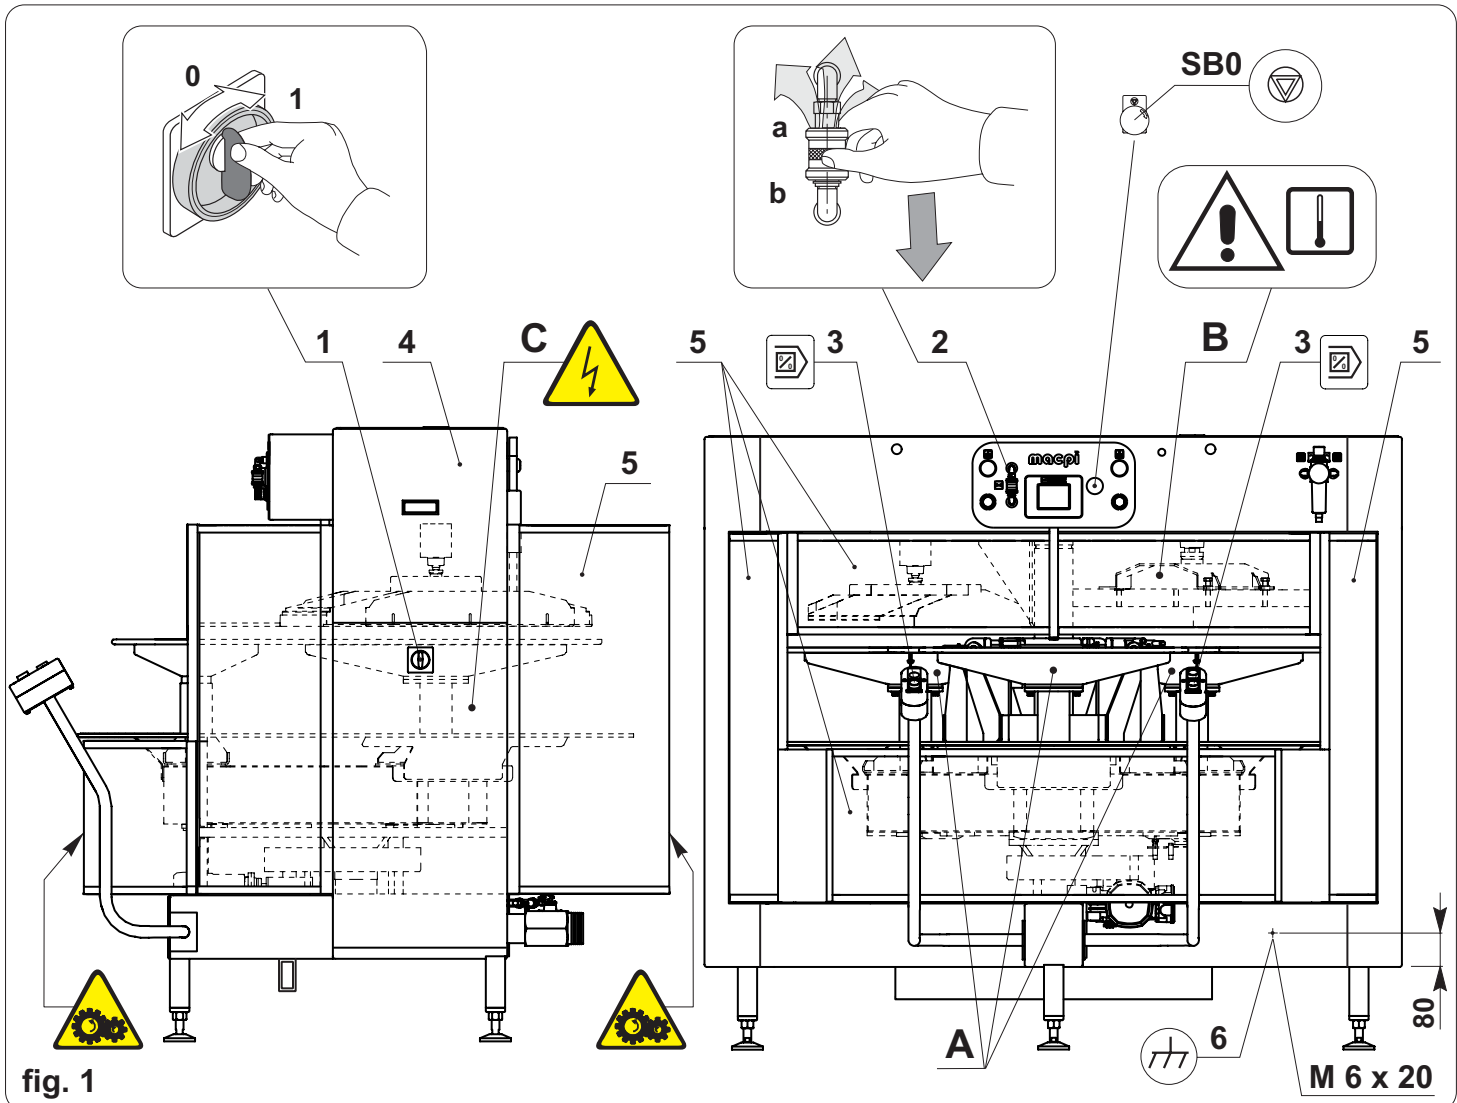

fig. 1
N.B. L'embranchage de la conduite de dérivation du tuyau principal doit être réalisé à 45° comme indiqué sur la fig.1.
ELENCO PUNTI PERICOLOSI (fig.1)
LIST OF DANGEROUS POINTS (fig.1)
LISTE DES POINTS DANGEREUX (fig.1)
BLOCCO PORTA (fig.1 pos.1)
SCARICO RAPIDO ARIA COMPRESSA (fig.1 pos.2)
DISCESA FORMA SUPERIORE (fig. 1 pos.3)
RIPARI (fig.1 pos.4)
ISOLAMENTO ZONE CALDE (fig.1 pos.5)